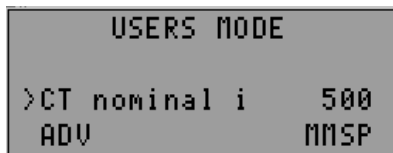

Рисунок 5.7 - Екран зміни параметра в режимі Рівень користувача
- натиснути кнопку **SETUP** (рис.5.7)
Якщо в четвертому рядку індикатора є напис "ADV" (рис. 5.7), то зміна значення параметра в режимі **Рівень користувача** заборонена і в цьому випадку його можна змінити тільки в режимі **Рівень налагоджувальника**.